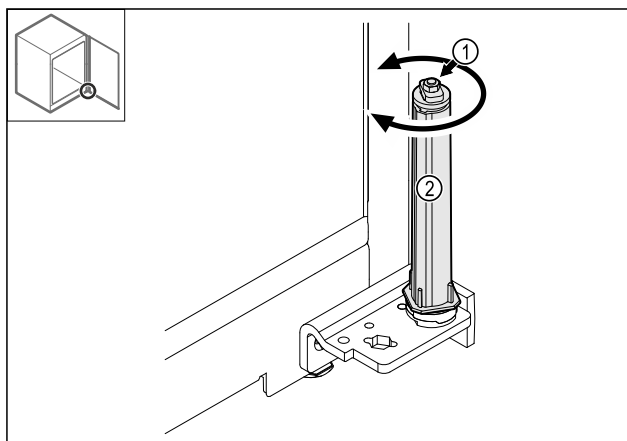

Fig. 41
- Nie demontować połączenia śrubowego Fig. 41 (1) systemu blokującego.
- System blokujący Fig. 41 (2) obrócić do momentu, aż kliknie.